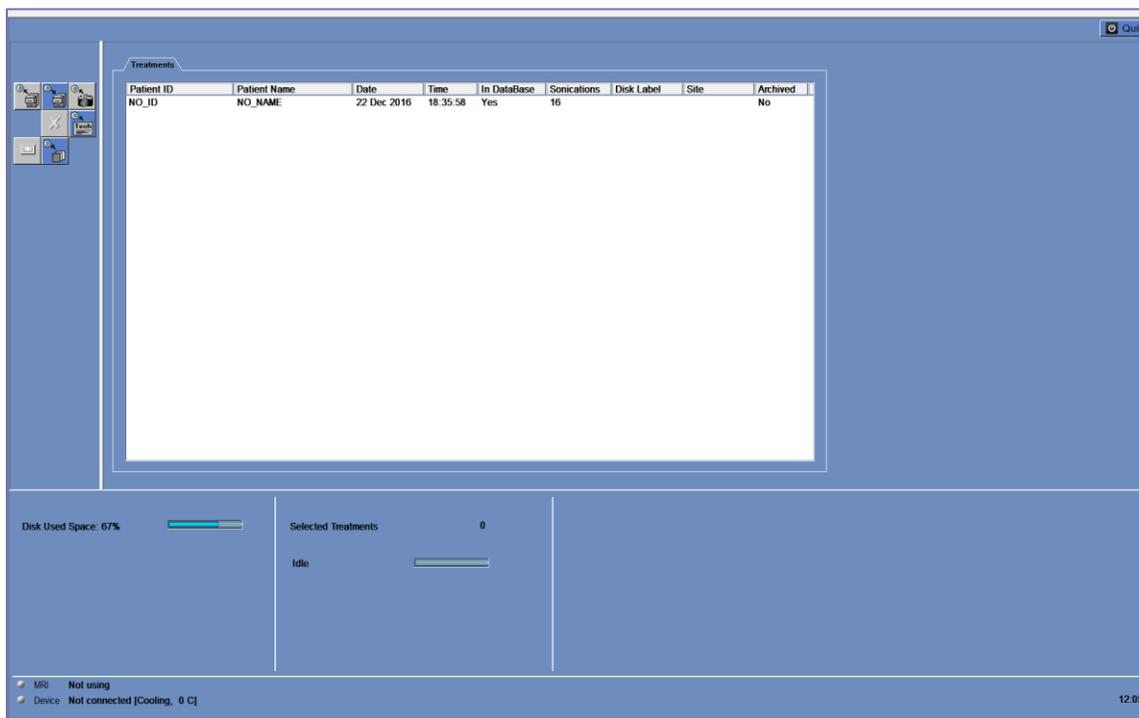

Figura 11-1: Schermata Gestione dei dati
I seguenti comandi appaiono nella schermata **Gestione dei dati** (vedere la Figura 11-1):
5. I dati saranno esportati sul CD o sul dispositivo USB. Si può visualizzare l'avanzamento dell'esportazione sulla **Barra di Stato** (vedi Figura 11-1).
3. I trattamenti importati saranno copiati in un'unità locale e saranno mostrati nell'Elenco dei pazienti (vedere la Figura 11-1).
- I trattamenti cancellati continueranno ad essere mostrati nell'Elenco dei pazienti. La colonna **Nel Database** indicherà la disponibilità del trattamento nel Database (vedi Figura 11-1).
6.  Selezionare i pazienti dall'elenco **Dati nella postazione di lavoro** e fare clic sul pulsante **Masterizza** per esportare le immagini su un CD o un dispositivo USB. Si può visualizzare il processo dell'esportazione sulla **Barra di Stato** (vedi Figura 11-1).